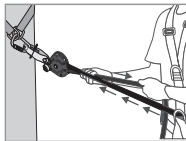
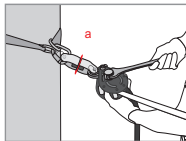

Fig 3
Fig 4
Une fois la ligne de vie installée, un pré-réglage de la tension doit être fait en tirant manuellement sur la corde (coté nœud d'extrémité — Fig. 3). Automatiquement la came (8) et le levier de came (4) doivent venir en contact avec le cordage. Rabattez le levier de came (4), puis, par l'intermédiaire d'une clé adaptée, appliquez la tension sur l'axe de réglage tension (1) jusqu'à ce que la rondelle témoin de tension (a) placée sur le témoin de tension (2) tourne librement (Fig. 4). Dès que celle-ci est libre de mouvement, NE PAS SERRER PLUS ! Cela correspond à une pré-tension sur la ligne de 1 kN environ. En utilisation, vérifiez régulièrement cette tension (rotation de la rondelle témoin de tension) et ajustez si nécessaire comme expliqué ci-dessus.